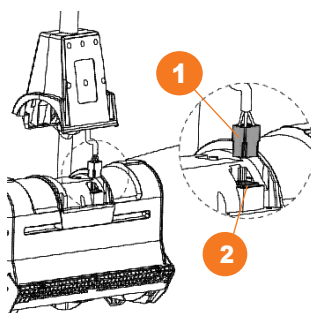

Рис. 5
- Вставьте вилку **1** в гнездо **2** на корпусе двигателя (Рис. 5).